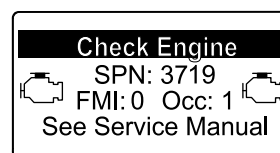

Figura 39
- Si es necesario realizar una regeneración de recuperación, el InfoCenter muestra la advertencia del motor SPN 3719, FMI 16 (Figura 39) y el ordenador del motor reduce la potencia del motor al 85%.